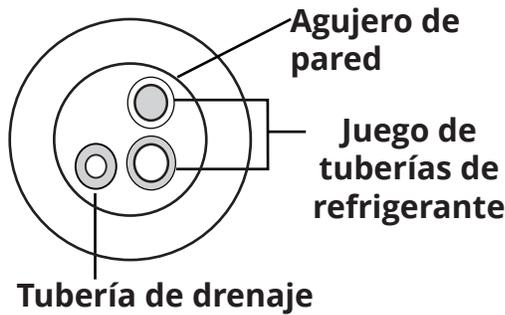

Fig. 5.21
4. Coloque la tubería de drenaje y el juego de tuberías de modo que pasen a través del orificio de la pared en la orientación que se muestra a continuación en la Fig. 5.21.